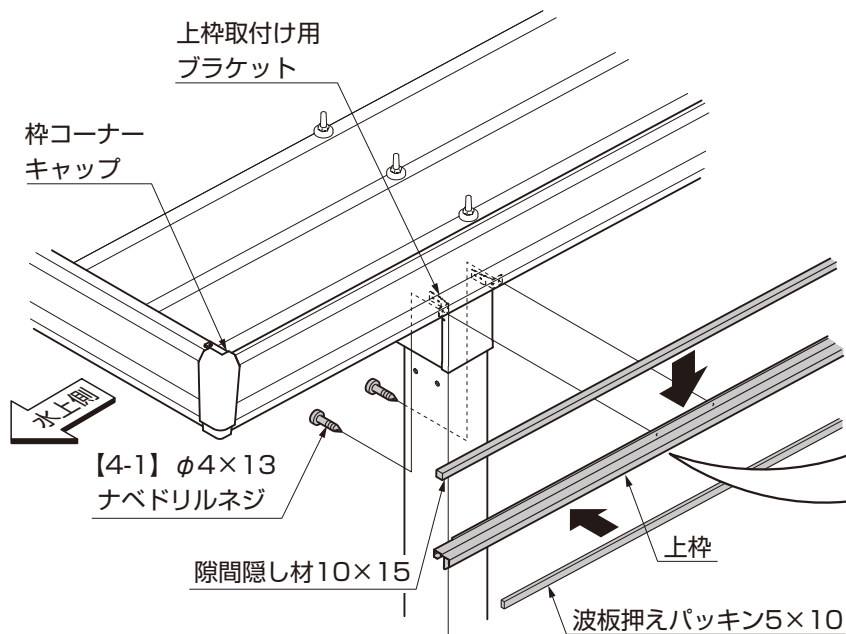

図5-1
- ①隙間隠し材10×15と波板押えパッキン5×10を上枠に取付けてください。(図5-1参照)
- ②上枠をカーポート本体の枠コーナーキャップの下端に合わせて上枠取付け用ブラケットに【4-1】で取付けてください。(図5-1参照)